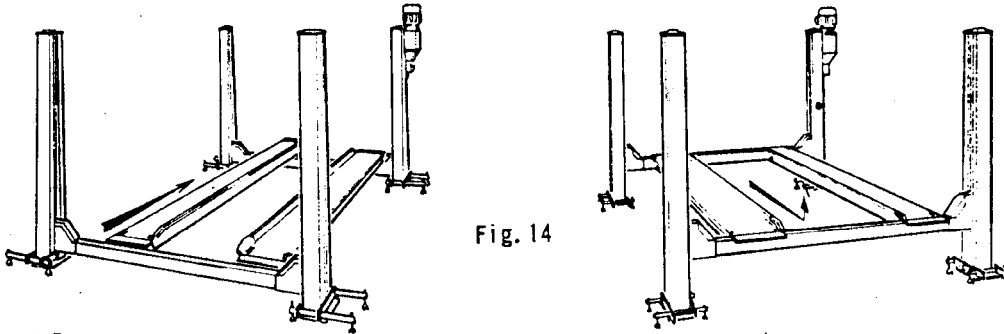

Fig. 14
- Déposer les chemins de roulement, en évitant de déranger le réglage des poteaux, comme suit : (fig.14)